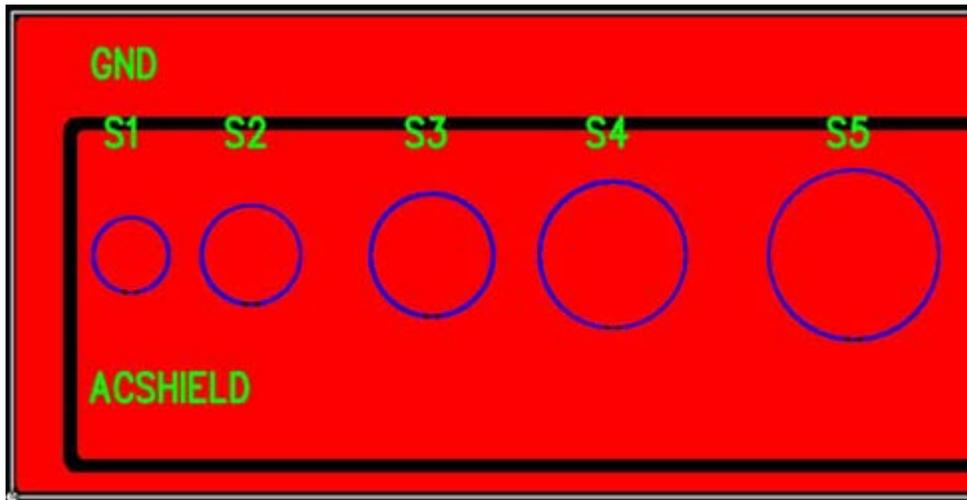
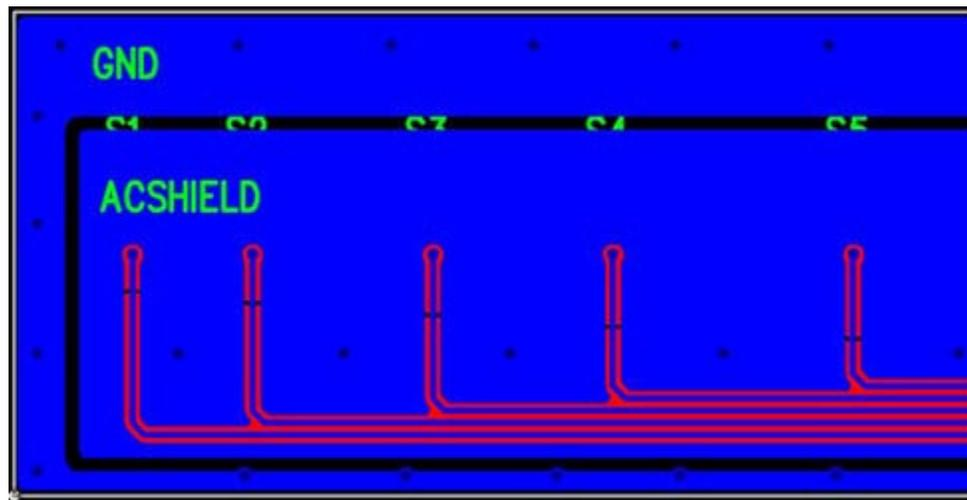
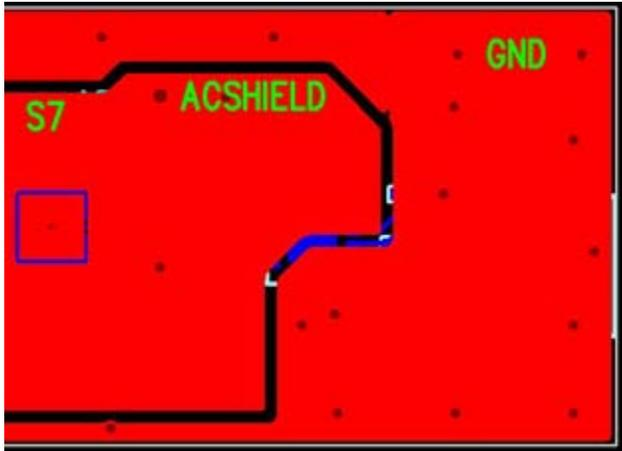
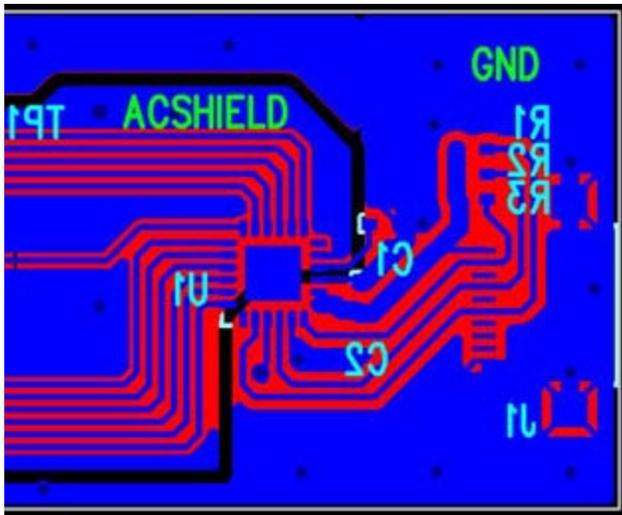

图1. 传感器布局示例(顶层)
图2. 传感器布局示例(底层)
图3. AD7147或AD7148布局示例(顶层)
图4. AD7147或AD7148布局示例(底层)
- 在传感器和PCB所有层上的传感器走线周围放置一个 AC_{SHIELD} 层。传感器和传感器走线周围的 AC_{SHIELD} 层至少应为1 mm(布局布线示例见图1至图4)。
- 将接地层放置在串行接口和PCB的所有其它非传感器区域周围。 AC_{SHIELD} 层与接地层之间的距离可以是0.2 mm或0.4 mm，具体取决于制造容差(参见图1和图2)。
- 进行AD7147或AD7148布局时， AC_{SHIELD} 层应放置在 C_{IN} 走线和引脚周围，接地层则应放置在串行接口和其它数字引脚周围(参见图3和图4)。
除了使用ESD保护器件以外，建议在传感器和传感器到AD7147或AD7148的走线周围放置一个2 mm宽的AC_{SHIELD}层。此区域外部应放置一个接地层并延伸到板边沿，确保ESD脉冲沿着电阻最小的路径入地，而不是经过AC_{SHIELD}或C_{IN}走线。图1至图4中的布局示例显示应将接地层和AC_{SHIELD}层放置在传感器PCB上的何处。